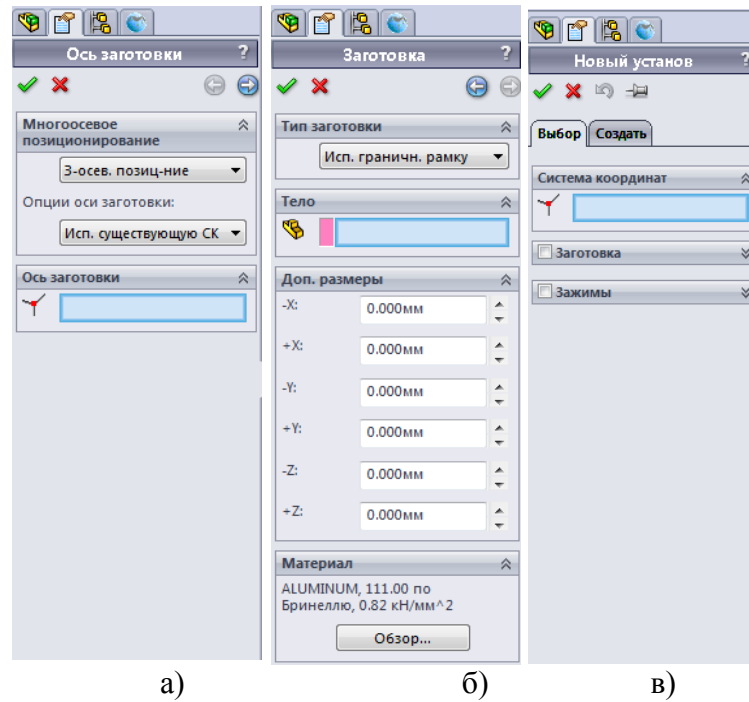

Рис. 5 Настоювання заготовки і установка
У вкладці **Ось заготовки** (Рис. 5а) за замовчуванням обрані **3-х осевое позиционирование** і **Использование существующей системы координат** – залишаємо всі як є. У вкладці **Заготовка** (Рис. 5б) у поле **Тип заготовки** вибираємо **Исп. граничн. рамку**. У поле **Тело** необхідно вказати деталь, навколо якої буде побудований паралелепіпед, з якого може бути виготовлена задана деталь. Для цього встановлюємо курсор миші в будь-якому місці на деталі й робимо клік лівою клавішею. При цьому деталь на екрані буде підсвічена рожевими кольорами, а навколо її утвориться прозорий паралелепіпед. Вкладка **Доп. размеры** дозволяє задати припуски зовні по кожній з координат паралелепіпида. Залиште нульові припуски.
**Материал** (Рис. 5б) дозволяє вибрати матеріал. У списку матеріалів немає позначень за ГОСТ. Виберіть матеріал **СТАЛЬ-44XX**. Завершіть вибір параметрів заготовки, нажавши кнопку .
Після цього програма запропонує створити новий установ (Рис. 5в) і вибрати або створити систему координат. Для цього, знаходячись у вкладці **Выбор**, вказуємо курсором миші вершину прямокутника деталі безпосередньо на самій деталі у вікні конструювання (це один зі способів). Завершіть створення установка, нажавши
кнопку . У дереві деталі Delcam з'явиться **Установ 1** (Рис. 5).
У діалоговому вікні, що з'явилося (Рис. 5) установіть галочку **Использовать метод APЭ** - автоматичне розпізнавання елементів.